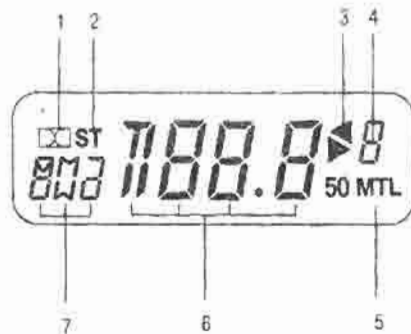

Рис. 5.4. Вакуумно-люминесцентный дисплей:
- 8 - кнопки (1..6) запоминания и автоматической настройки на предварительно выбранной радиостанции; кнопка 1 (рис. 5.4) включения системы шумоподавления "Dolby B"; MTL - кнопка переключателя типа магнитной пленки;